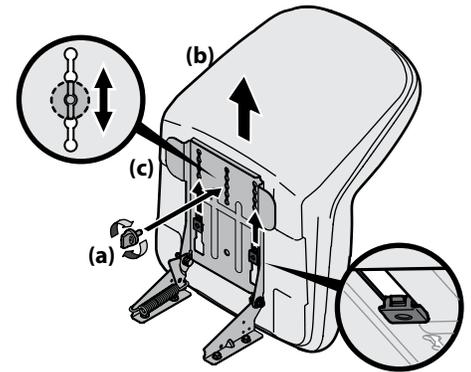

Figura 2-6
3. Deslice el asiento (b) hacia atrás en el soporte de pivote del asiento (c), alineando la ranura trasera central del soporte de pivote del asiento (c) con el orificio restante de la base del asiento (b). Consulte la Figura 2-6.
**Nota:** Asegúrese que las dos lengüetas del asiento se enganchan en el soporte de pivote del asiento, como se muestra en el recuadro inferior derecho de la Figura 2-6.
4. Seleccione la posición deseada del asiento (b) y fjelo con la perilla de ajuste (a) que retiró en el Paso 1. Consulte la Figura 2-6.
5. Para ajustar la posición del asiento, retire la perilla de ajuste (a) que está en la parte inferior del asiento (b). Deslice el asiento (b) hacia adelante o hacia atrás, según lo desee. Vuelva a colocar la perilla de ajuste (a). Consulte la Figura 2-6.